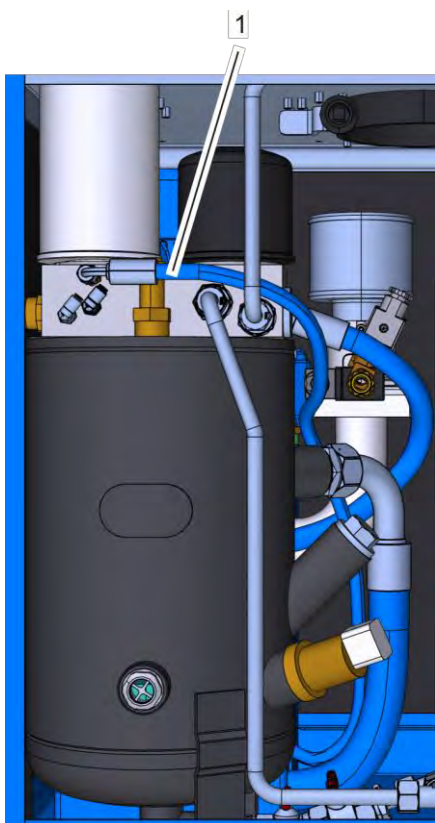

Рис. 43: Обратный трубопровод
Отсоедините обратный трубопровод (Рис. 43/1) на корпусе сепаратора (Рис. 43/3) и ступени компрессора (Рис. 43/2).
6. Очистите обратный трубопровод (Рис. 43/1) и сопло, при необходимости замените их оригинальными запчастями (☞ Приложение D «Список запчастей» на странице 130).
7. Снова установите сопло и обратный трубопровод (Рис. 43/1) на место и затяните резьбовые соединения (☞ Приложение B «Моменты затяжки винтов» на странице 125).